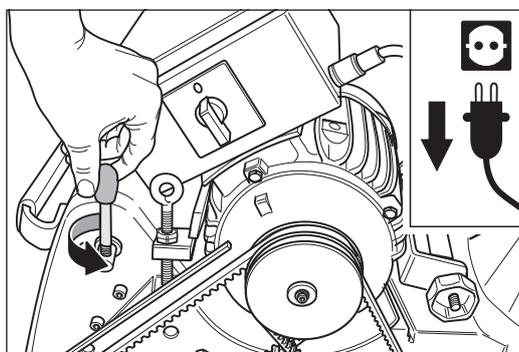

Fig. 28 Desmontar girando la palanca de mando.
- 7 Desmonte la palanca de mando girándola hacia afuera (Fig. 28).